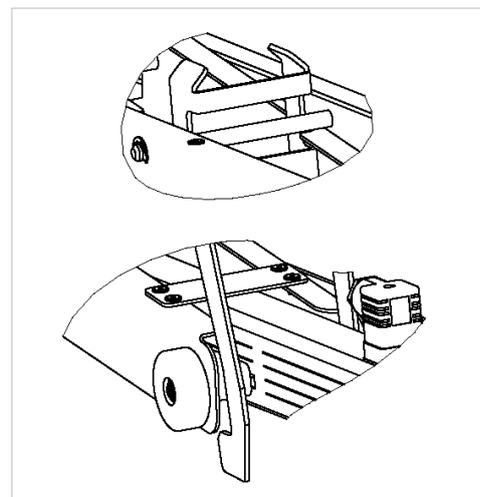

Abbildung 9: Verriegelungen
- dass die Verriegelungen im eingefahrenen Zustand nicht anliegen (Abbildung 9)